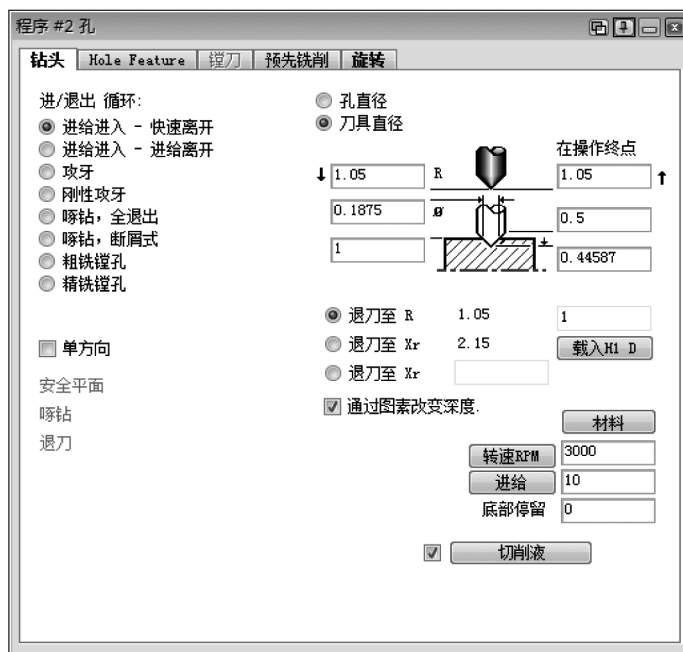

图 2-83 孔工艺参数#2
3) 使用刀具#7 产生孔工艺参数#2, 如图 2-83 所示。